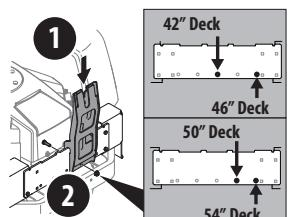

Figure 4
- Installez le support vertical sur le support de montage installé sur l'appareil en l'insérant sur le support de montage transversal. Voir Figure 4.
- Pour fixer le support vertical (1) sur le support de montage, utilisez le trou de montage correspondant à la dimension du plateau de coupe de votre appareil sur lequel le bac récupérateur est installé (2). Voir la Figure 4 pour la bonne position de montage. Utilisez un boulon (710-0376) et un écrou autobloquant (712-04063) du kit de quincaillerie (689-02200).